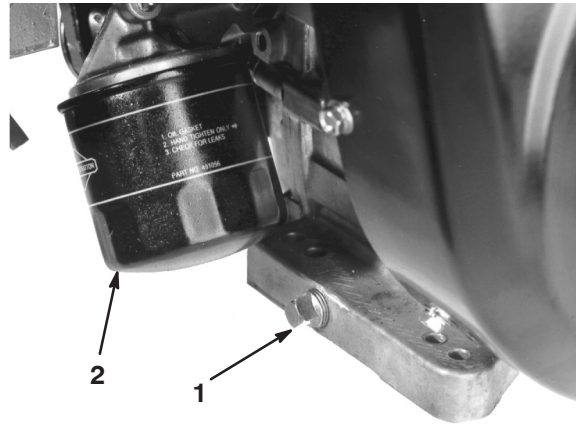

Bild 34
1. Entfernen Sie die Ablassschraube (Bild 34) und lassen das Öl in ein Auffanggefäß ab. Schrauben Sie die Ablassschraube wieder ein, nachdem das Öl abgelassen ist.
2. Entfernen Sie den Motorölfilter (Bild 34). Ölen Sie die neue Dichtung am Ölfilter leicht mit frischem Öl ein.